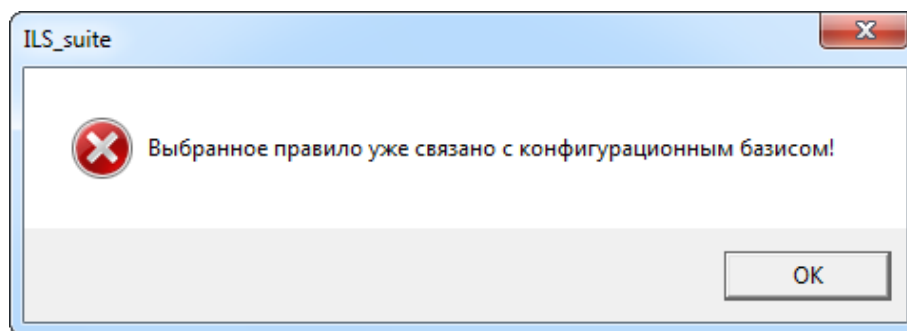

Рис. 10-191 – Сообщение об ошибке при попытке повторного включения правила в базис
- 1) Выбрать конфигурационный базис в левой части редактора базисов (1 на рис. 10-191). В правой части редактора будут перечислены правила для данного опциона, которые используются в этом базисе (2 на рис. 10-191).
- 2) Нажать кнопку «Добавить правило по опциону» на вкладке «Правила» (3 на рис. 10-191).
- 3) После этого появится окно «Поиск правила совместимости по опциону». В этом окне будут перечислены все правила для данного опциона, которые содержатся в базе данных (4 на рис. 10-191).